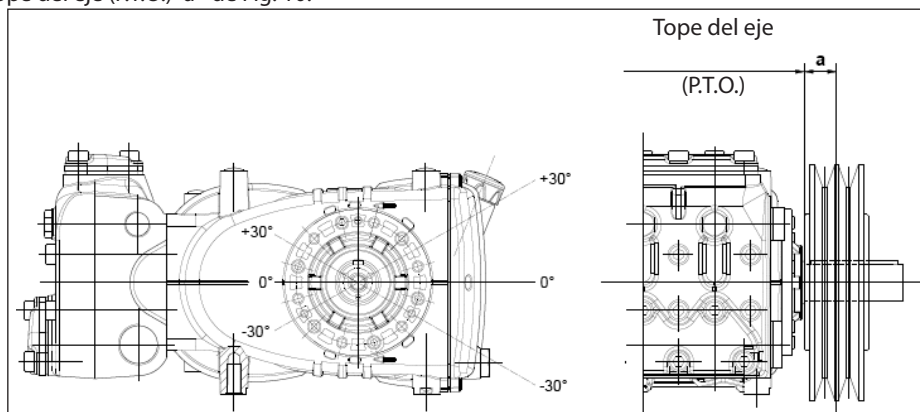

Fig. 10
La carga radial sobre el eje no debe ser superior a 3000 N (valor necesario para definir el Layout). La transmisión es considerada adecuada si tal carga es aplicada a una distancia máxima $a = 30$ mm del tope del eje (P.T.O) como se indica en la Fig. 10.
- b) Utilizar correas de alto rendimiento – por ejemplo **XPB** en lugar de **SPB** – ya que resultará necesario una cantidad inferior de correas en paridad de potencia transmitida y una consecuente distancia inferior de la resultante con respecto al tope del eje (P.T.O.) "a" de Fig. 10.